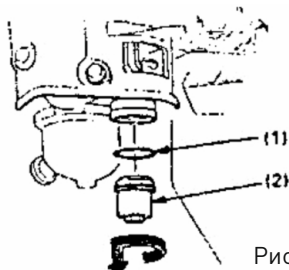

Рис. 14
Переместите топливный кран в положение «Закрыто» (OFF), открутите гайку топливного фильтра и уплотнительное кольцо. Промойте детали в растворителе, тщательно прочистите их и снова установите на прежние места. Переместите топливный кран в положение «Открыто» (ON) и убедитесь, чтобы не было утечек (см. рис.14).